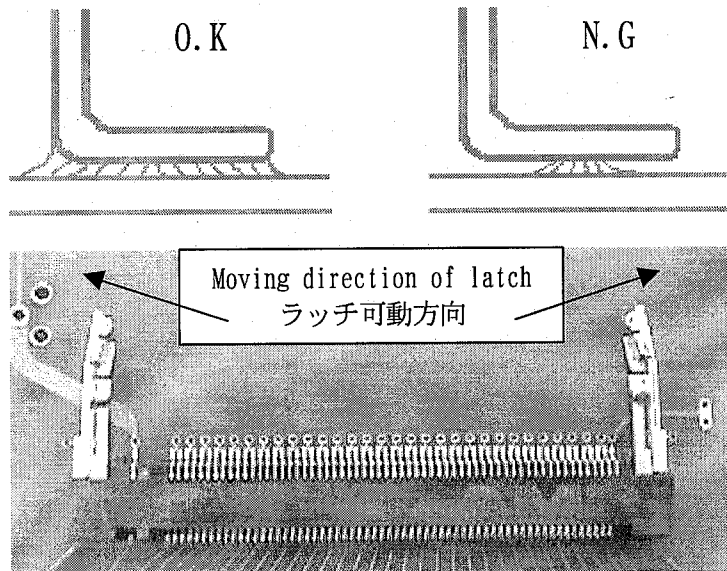

Fig. 5
- (2) After reflow, check and see if there is a fillet formed at the latch solder plate, and make sure that the lever moves in the arrow direction as shown in Fig. 5.
(2) リフロー後、ラッチはんだプレートに Fig. 5の様なフィレットが形成されていて、レバーが矢印の方向へ可動することをご確認ください。